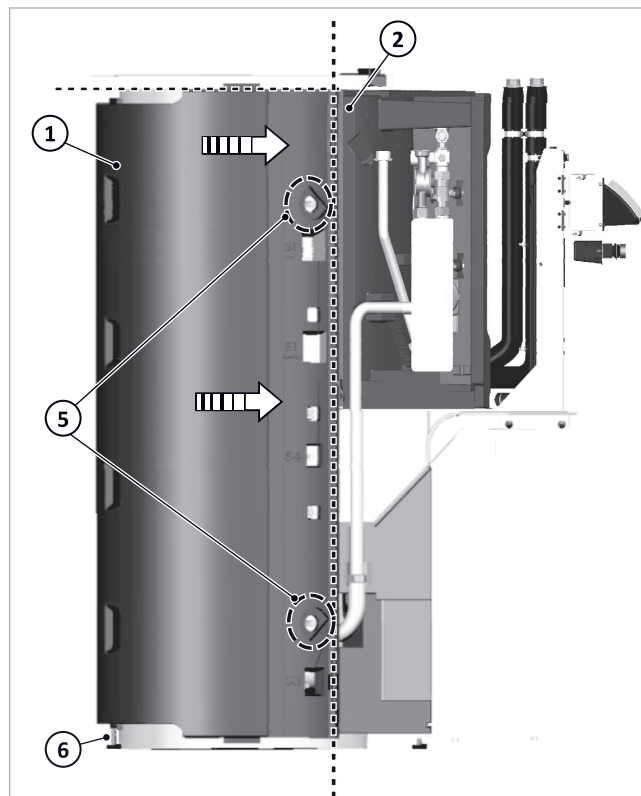

Fig. 15: Posizionamento dell'isolamento posteriore del contenitore
3. Per mezzo di un disco angolato (3) e di una vite (4) fissare l'isolamento al contenitore nella parte superiore ed inferiore → Fig. 15 (5).
- chiusura diritta superiore dell'isolamento posteriore del contenitore → Fig. 15 (1) con l'isolamento delle stazioni (2)
- a livello in direzione perpendicolare rispetto all'isolamento delle stazioni → Fig. 15 (2) e all'isolamento della flangia.
6. Estrarre il piede → Fig. 15(6) fino alla base.